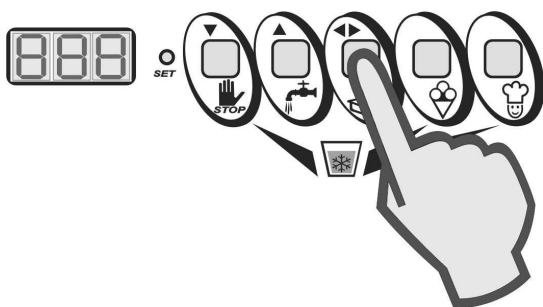

Fig. 5
- Presione la tecla CONFIRMACIÓN (◀▶) para convalidar la nueva entrada y salir de la programación.(fig. 5).